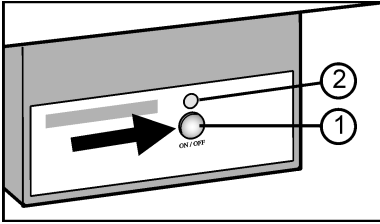

Fig. 6
- ▶ Pulse la tecla On/Off Fig. 6 (1) hasta que el LED Fig. 6 (2) se ilumine.